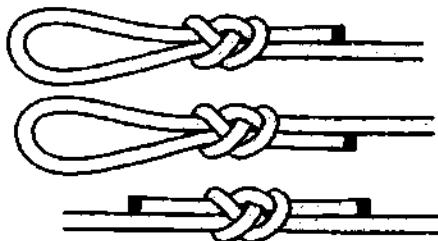

Рис. 217. Китайская петля и китайский узел для связывания двух концов верёвки.
**Китайская петля** и красива и надёжна (рис. 217). В ней удивительно изящно переплетаются два *простых узла*, которые гарантируют надёжность соединения троса с опорой и практически не ослабляют прочность верёвки. Петля компактна и быстро вяжется, однако, сильно затягивается и становится очень тугой.